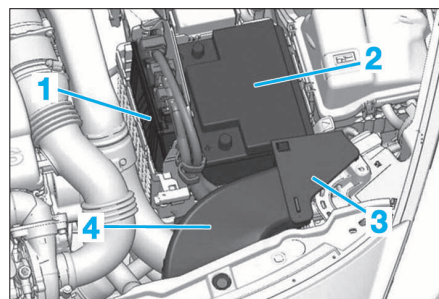

FIG. 5
- la batterie (2) (Fig.5).
- le couvercle de maintien (3)
- le raccord d'air (4)